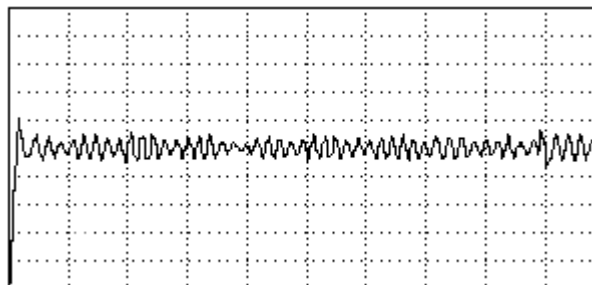

Bild 4.8: Typischer Ist-Geschwindigkeitsverlauf bei einem zu großen Wert von K_i
- Die Ist-Geschwindigkeit schwingt während der Bewegung um den Sollwert (siehe Bild 4.8).